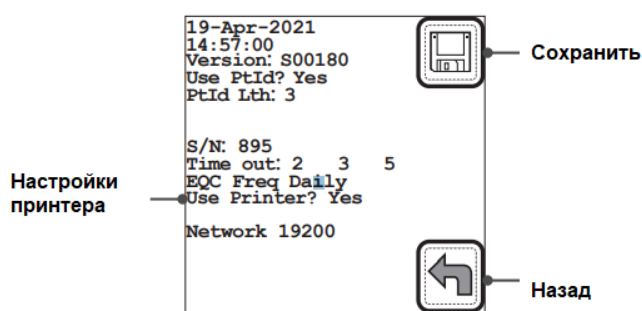

Рисунок 76: Настройки принтера
3. Нажмите клавишу **Параметры**  для отображения следующего экрана (*Рисунок 76 (стр. 65)*). См. Приложение «ПО прибора – настройки и журналы прибора» (стр. 92) для получения информации о разделе **техническое обслуживание**.